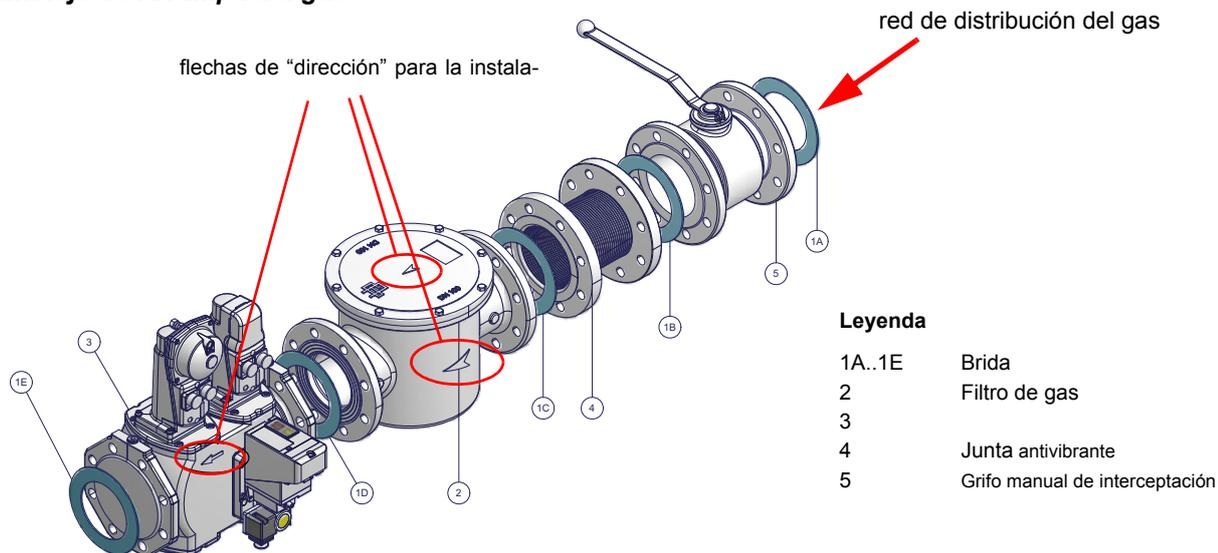

Fig. 7 - Ejemplo de rampa gas
- 1-b) en el caso de juntas embridadas: interponer entre un miembro y el otro, una junta (n. 1A..1E - Fig. 7), compatible con el gas utilizado,